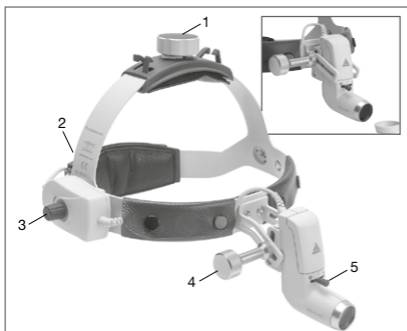

Bild 2 Pannband Professional L
Anpassning av **pannbandet Professional L** (se bild 2): För anpassning till huvudets omkrets kan pannbandet göras större eller mindre genom att vrida på vridhjulen (1) och baktills (2).
Val av synvinkel och synfält (bild 2)